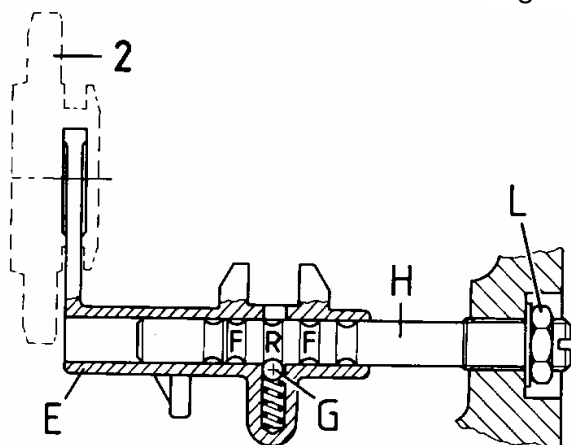

Fig. 3
- Posicionar la horquilla **E** (fig. 3) en la varilla para que la bola **G** se encuentre en la posición **R**.